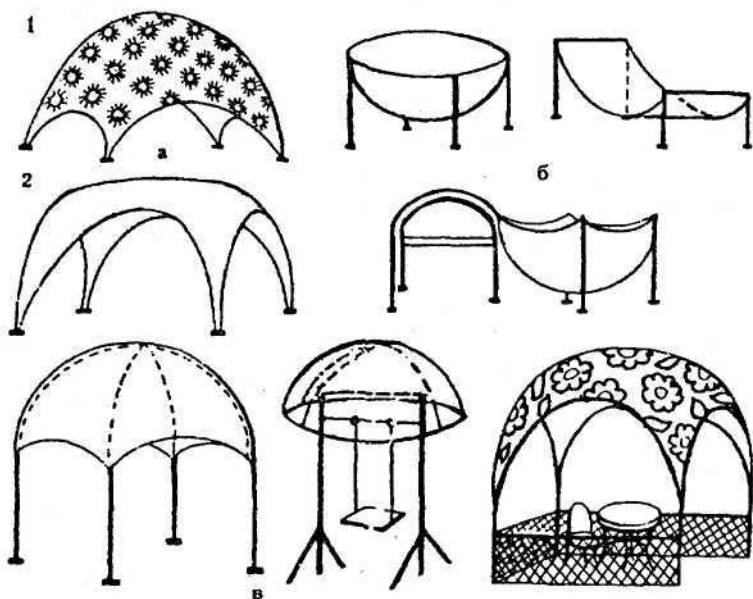

Рис. 13. Навесы из самодельного пластика
чится одной формы. Если нити ткани будут расположены по диагонали (под углом 45° к краю полотна)—другой формы. *Нарис. 13 а*, показаны два купола из одинаковых квадратных полотнищ. У одного (1) нити идут параллельно краям, у другого (2) - по диагонали.
Если на полотнище нашить усиливающую тесьму, например, крестообразно, то форма купола изменится. *Нарис. 13 б*, показаны варианты получения различных форм навесов, при этом используют специальные подставки из гнутой фанеры, труб, досок, покрытых или обернутых полиэтиленовой пленкой (благодаря этому ткань не приклеивается к подставкам).
При создании большой оболочки необходимо тщательно продумать и изготовить для нее устойчивый каркас. Его обычно делают из металлических прутьев или тонких труб (рис. 13 в).